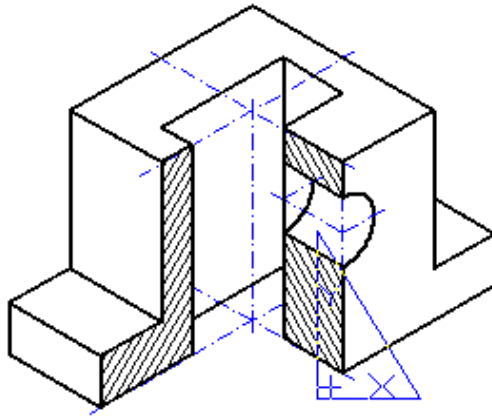

Рисунок 2.4 – Виконання штриховки
2.24 Перейти в шар «ТОНКА» для виконання штриховки вирізу чверті (рис. 2.4).